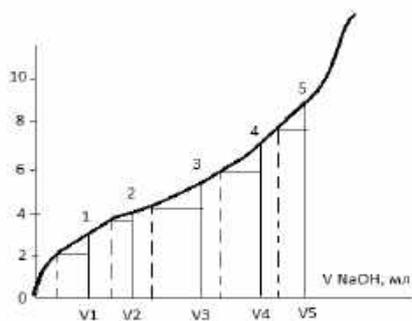

Рис. 1. Интегральная кривая титрования слабой кислоты и использование ее для изучения
Зависимость буферной емкости от соотношения концентраций изучают обычно по интегральным кривым потенциометрического титрования. Например, на буферной части кривой титрования СН3СООН (рис. 1) выбирают точки, соответствующие 10, 25, 50, 70, 80% нейтрализации (точки 1 - 5). Из указанных точек опускают перпендикуляр на ось абсцисс. Определяют объемы титранта, пошедшие на титрование до указанных точек (V1, V2, V3, V4, V5). От выбранных точек 1 - 5 отмеряют вниз отрезки, равные, например, 0,2 ед. рН (можно в пределах 0,1 - 0,3 ед.). Проводят линии, параллельные оси абсцисс, до пересечения с кривой титрования. Из точек пересечения опускают перпендикуляры на ось абсцисс. Находят объемы раствора NaOH (V1-V1, V2-V2, V3-V3, V4-V4, V5-V5) пошедшие на изменение рН, равные 0,2 ед., на разных участках кривой. Рассчитывают буферную емкость для всех выбранных точек по уравнению (3), в котором рН = 0,2 ед. Строят график в координатах Б — Сд/С. Расчет молярных концентраций (моля/л) кислоты и соли в титруемом растворе производят по формулам: